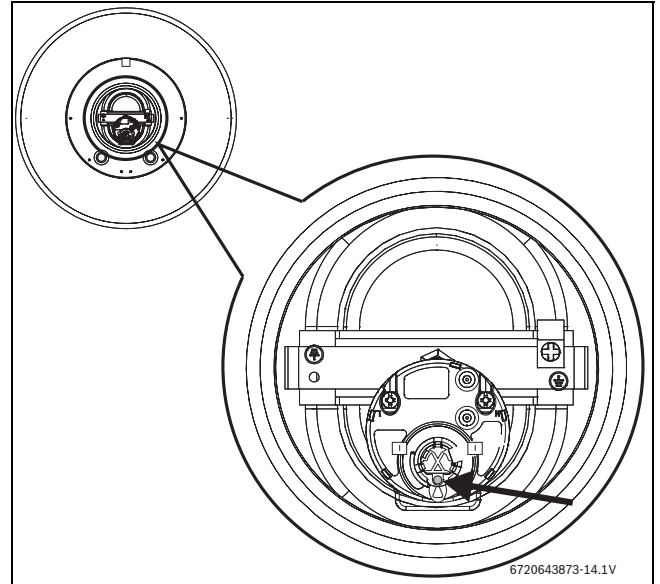

Fig. 14 Buton de rearmare
- ▶ Apasati complet butonul (Fig. 14).